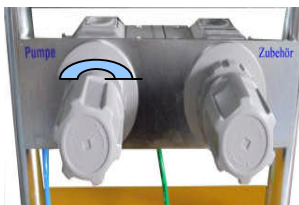

Bild 6
- >>Drehen Sie den Druckregler der Pumpe im Uhrzeigersinn(nach rechts)(Seite17 Bild6), bis die Pumpe anläuft.(Das Material wird nun im kleinen Kreis gefördert) .
>>Beginnen Sie die Injektion mit einem möglichst niedrigen Druck, um die Sicherheit von Bedienpersonal und Mauerwerk nicht zu gefährden. Erhöhen Sie den Druck nun langsam durch Eindrehen des Druckluftreglers (Seite17, Bild6) bis zum gewünschten Betriebsdruck.